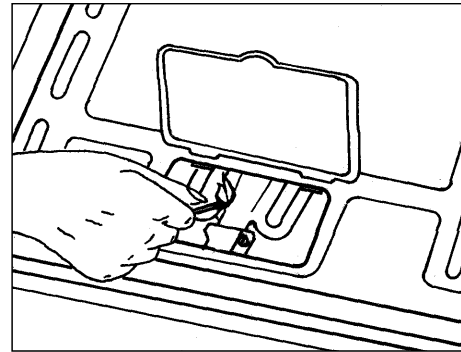

fig. 1
- Ouvrez la porte du four et soulevez le petit couvercle protégeant l'orifice d'allumage (fig. 1).